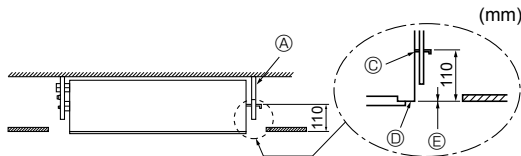

Fig. 2-9
5. Aperte todas as porcas. (Fig. 2-9)
- (A) Parafuso de suspensão (3/8" ou M10)